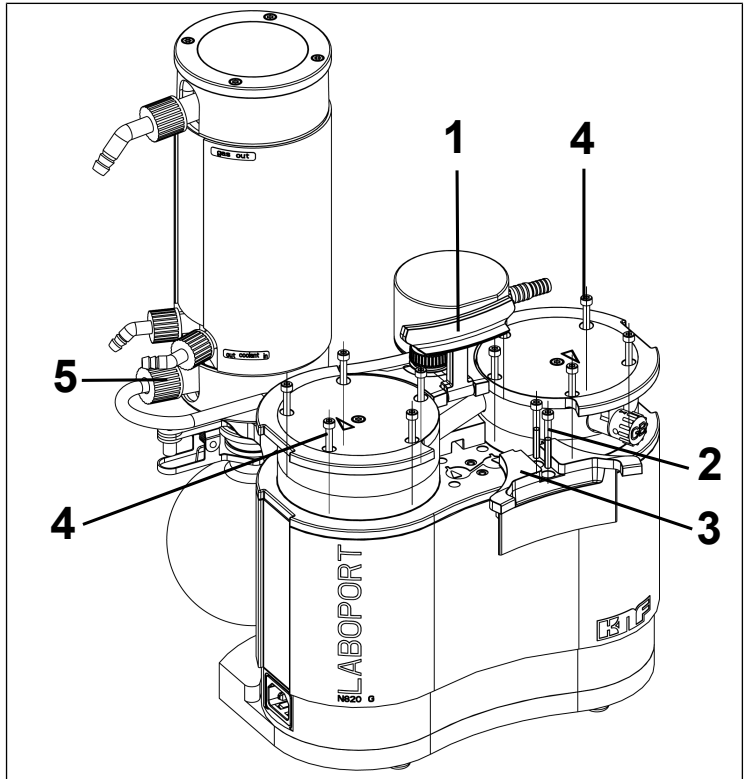

Abb.11: Griffblende abmontieren
2. Lösen Sie die Überwurfmutter der Schlauchverbindung (**5**/ Abb. 11) von der Vakuumsystemkomponente.
3. Stellen Sie den Griff (**1**/Abb. 11) in eine senkrechten Position.
4. Lösen Sie die beiden Schrauben (**2**/Abb. 11) der Griffblende (**3**/Abb. 11).
5. Entfernen Sie die Griffblende (**3**/Abb. 11).
6. Lösen Sie die außenliegenden Kopfschrauben (4/Abb. 11) an beiden Pumpenköpfen.
1. Markieren Sie Druckplatte (2), Kopfdeckel (3) und Zwischenplatte (6) mit einem durchgehenden Bleistiftstrich. Dadurch wird verhindert, dass die Teile später falsch montiert werden.
2. Entnehmen Sie die außenliegenden Schrauben (4/Abb. 11) von den Pumpenköpfen.
8. Ziehen Sie die innenliegende Kopfschraube (1) in der Mitte der Druckplatte fest (Anziehmoment: 1 Nm).
9. Ziehen Sie die Schrauben (**4/Abb. 11**) über Kreuz an (Anziehmoment: SH/SR820G: 4 Nm; SR/SH840G: 5 Nm)
11. Ziehen Sie die Überwurfmutter der Schlauchverbindung (**5/Abb. 11**) am Hochleistungskondensator (**2/Abb. 2**) handfest an.
1. Montieren Sie die Griffblende (**3/Abb. 11**).
2. Ziehen Sie die Schrauben (**2/Abb. 11**) der Griffblende (**3/Abb. 11**) an (Anziehmoment: 2 Nm).